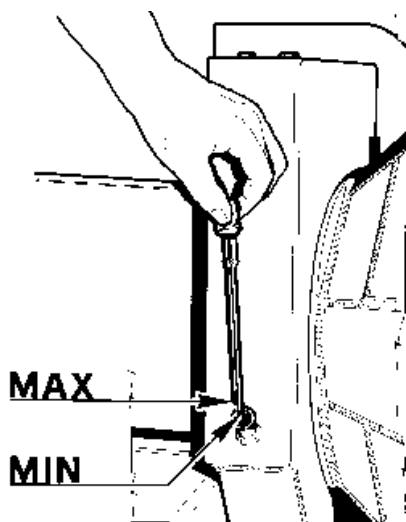

Рис.53
2. Проверяйте уровень масла в редукторе один раз в месяц (Рис. 53). Во время проверки рычаг держателя колеса должен быть полностью опущен.